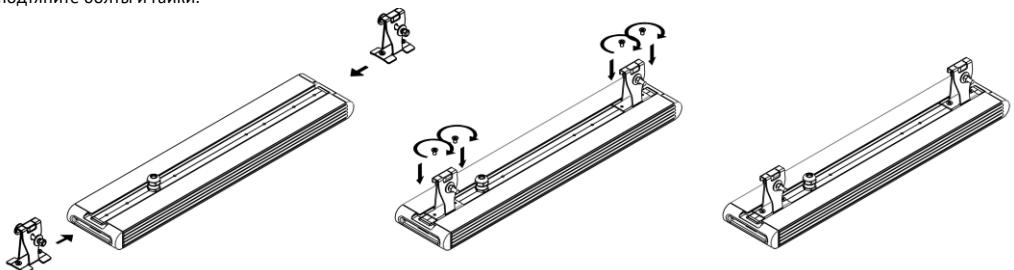

Рисунок 8 – Установка крепления Трос (на примере Element 0,5x1).
5.9.1. Распакуйте крепление и установите на светильнике (см рисунок 8). Заведите крепление в паз на корпусе светильника. Для фиксации крепления на корпусе светильника имеются 4 отверстия. Совместите отверстия на креплении с отверстиями на корпусе. Шаг между винтами на креплении должен совпадать с шагом между винтами на корпусе. Вкрутите четыре винта M5, идущих в комплекте для фиксации крепления на корпусе светильника. Крепление должно встать симметрично поперечной оси светильника (см рисунок 4, е)